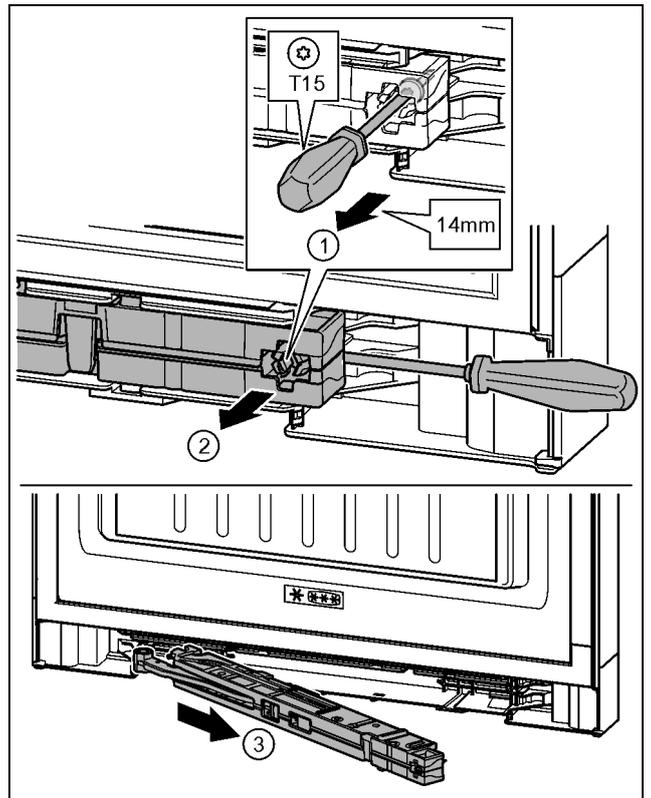

Fig. 17
► Allentare di circa 14 mm la vite nell'unità dell'ammortizzatore di chiusura con il cacciavite T15. Fig. 17 (1)
► Con un cacciavite portarsi lato maniglia dietro l'unità dell'ammortizzatore di chiusura. Ruotare l'unità in avanti. Fig. 17 (2)
► Estrarre l'unità. Fig. 17 (3)